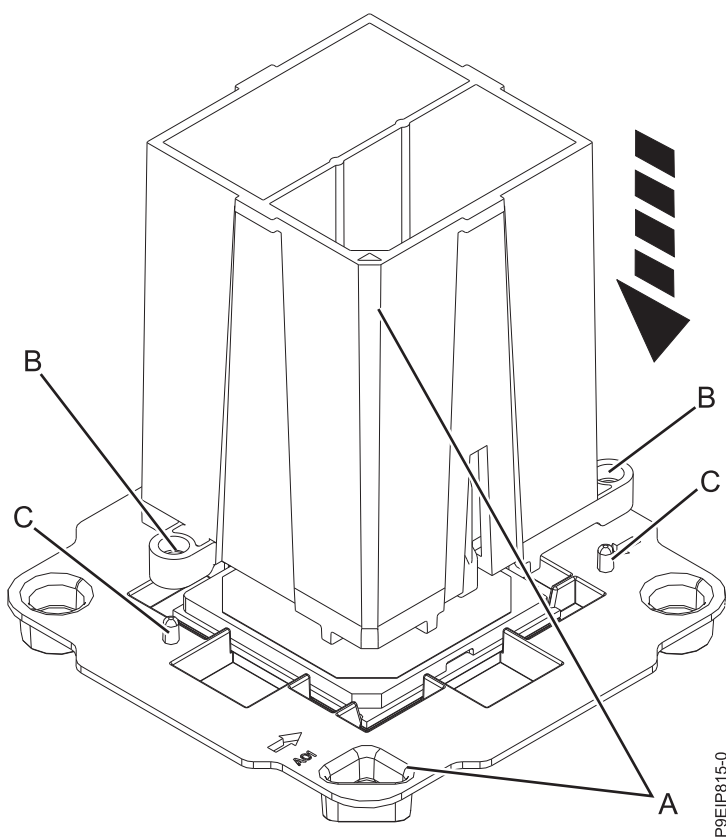

Figure 61. Alignement de l'outil de retrait
3. Retirez le module de processeur de remplacement du bac de transport. Alignez l'angle biseauté (A) de l'outil avec l'angle biseauté du support, comme illustré dans la figure 61. Assurez-vous que la broche de guidage (B) s'insère dans la broche d'alignement (C).